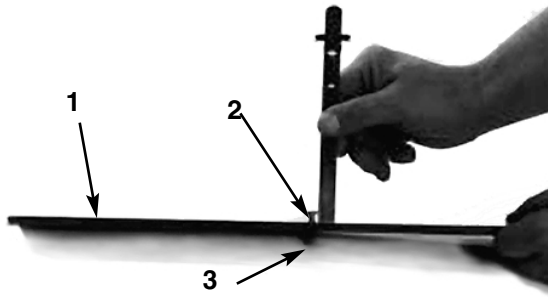

Fig. 7
3. Libertar a porca da barra indicadora (Fig. 7) e colocar o parafuso de ajuste na altura de corte desejada. A distância entre a cabeça do parafuso e a zona lateral da barra indica a altura de corte.